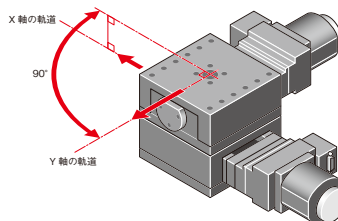

図3-14 XY直交度
3.1.4 XY直交度[JIS B 7440-1987準拠]【図3-14】